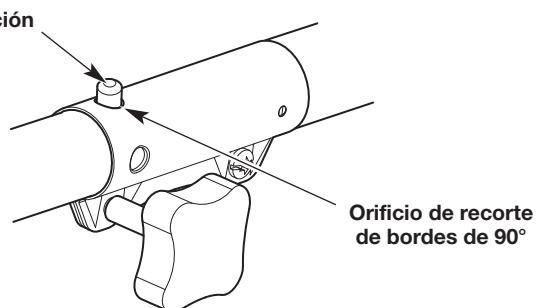

Fig. 14
3. Rote el accesorio hasta que el botón de liberación entre a presión firmemente dentro del orificio de rebordes de 90° (Fig. 14).